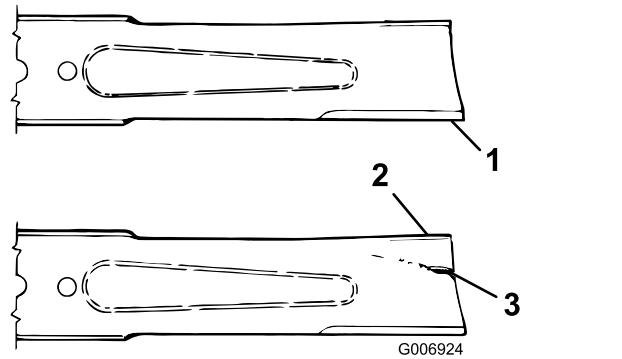

図 72
2. ブレードの切っ先を注意深く観察、特に、直線部と曲線部が交わる部分をよく観察する図 72。この、直線部と曲線部の交差域は、砂などによる磨耗が進みやすい部分なので、機械を使用するまえによく点検することが必要。磨耗が大きい場合には図 72 危険であるから交換する「ブレードの取り外し」を参照。
ブレードの磨耗を放置すると、ブレードのセール部と平坦部との間に割れ目が発生する図 72。この割れ目が拡大すると、最終的にはブレードがちぎれてハウジングの下から飛び出し、これがオペレータや周囲の人間に重大な人身事故となる。